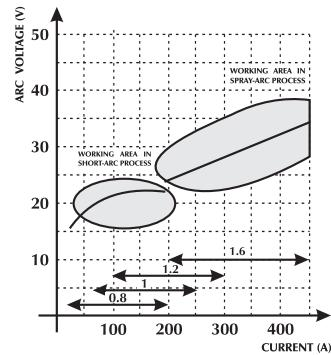

Fig. 2 Diagram for valg av beste arbeidskarakteristikk.
- I Fig. 2 og 3 blir forholdet mellom de ulike sveiseparametrene vist.